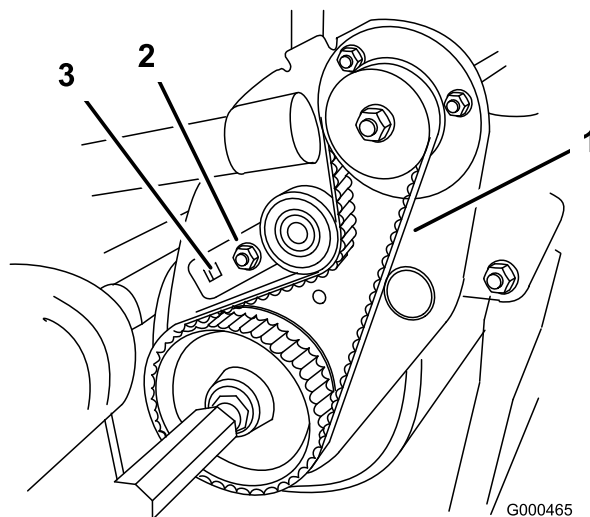

Figura 41
- B. Servindo-se de uma chave de aperto de 3/8 pol., rode o suporte intermédio com uma torção de 4–4,5 Nm para ajustar a tensão da correia (Figura 41). Aperte a cavilha de montagem do suporte intermédio. Não aperte demasiado a correia.